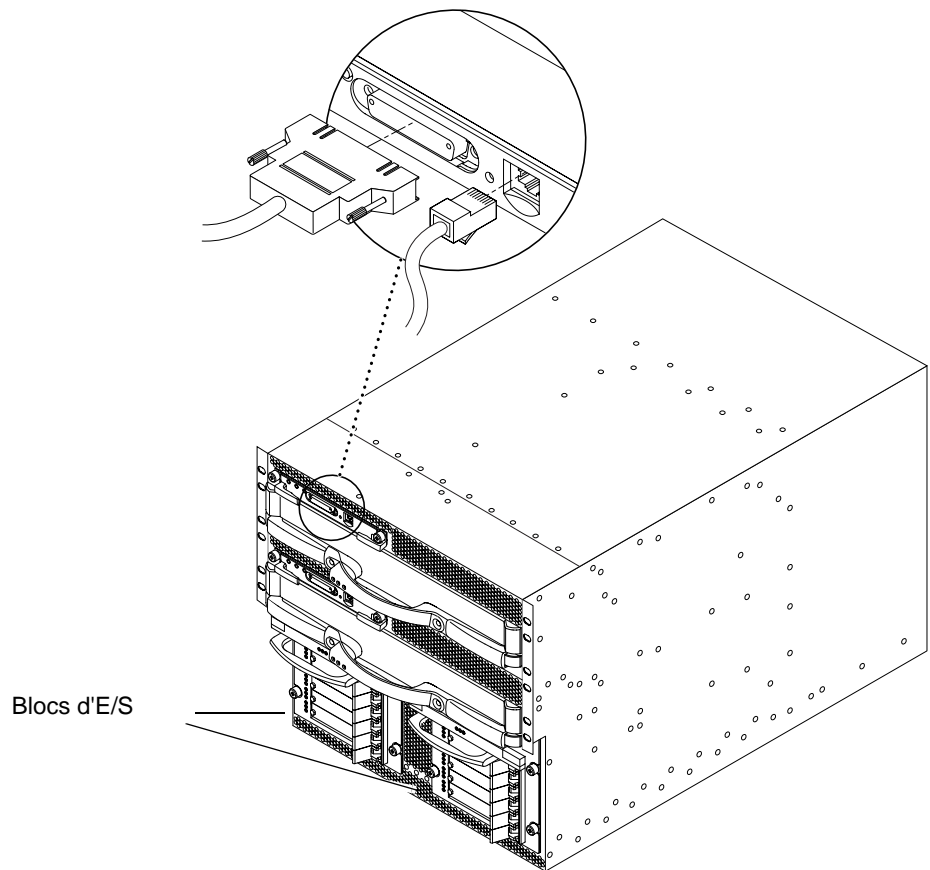

FIGURE 5-2 Emplacement du contrôleur système et des blocs d'E/S sur le système Sun Fire 3800
Les blocs d'E/S fournissent aux domaines une interface réseau et un accès périphérique (FIGURE 5-2).
1. **Connectez une extrémité du câble série (TTYa ou simulateur de modem) au port série de la carte contrôleur système principale** (FIGURE 5-2).
1. **Connectez une extrémité du câble Ethernet blindé de catégorie 5 au port Ethernet RJ-45 de la carte contrôleur système principale** (FIGURE 5-2).